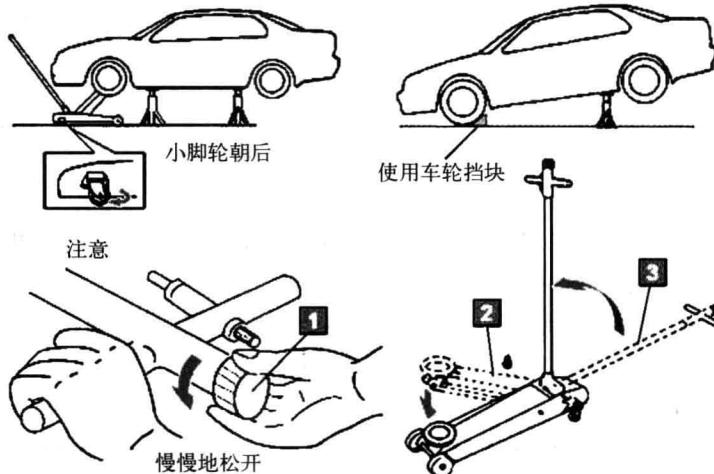

图1-9 千斤顶的落下
(2) 用千斤顶顶汽车前，应用三角木塞住车轮，并拉紧驻车制动器。千斤顶要放置平稳，架车前准备好支撑车辆的工具，禁止使用石头、砖头、碎木块以及容易破碎和滑动的物体支撑。凡已经顶起并卸下车轮的汽车，不许在车上或车下工作。
(3) 当放下用千斤顶架起的车轮时，打开千斤顶开关要稳要慢，逐渐将车辆放回至地面，切勿车辆下降过快，压伤作业人员或者损毁车辆，如图 1-9 所示。